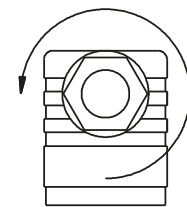

Abb. 3
- ↖ Lösen Sie die Kabelverschraubung M16x1,5 (→ Abb. 3).